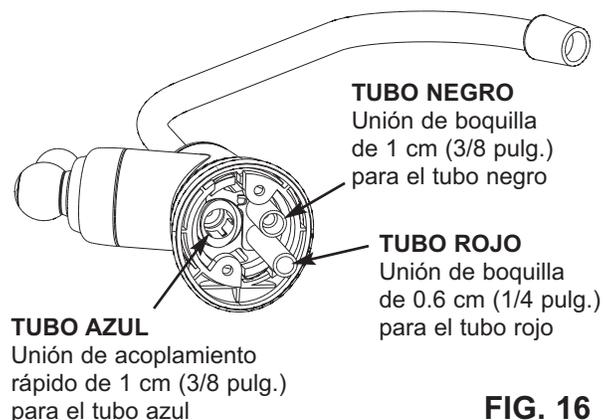

FIG. 16
- C. Inserte toda la extensión en la unión de 0.6 cm (1/4 pulg.) de la boquilla del grifo en este último. Vea las Figs. 16, 19 y 20.